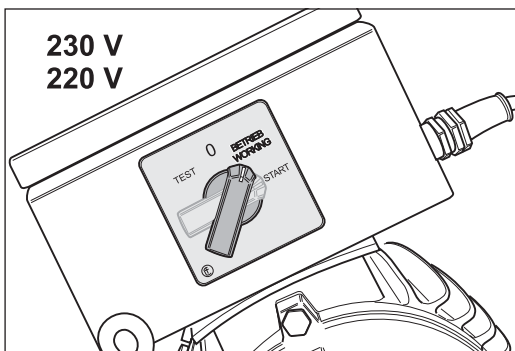

Abb. 20 Nachdem der Motor die volle Drehzahl erreicht hat, den Schalterknopf loslassen. Er nimmt automatisch die Position -BETRIEB (WORKING)- ein.
- 3 Nachdem der Motor die volle Drehzahl erreicht hat, lassen Sie den Schalterknopf los. Er nimmt automatisch die Position -BETRIEB (WORKING)- ein (Abb. 20).